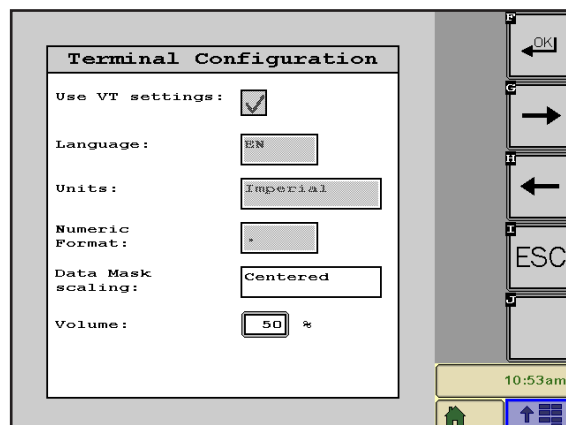
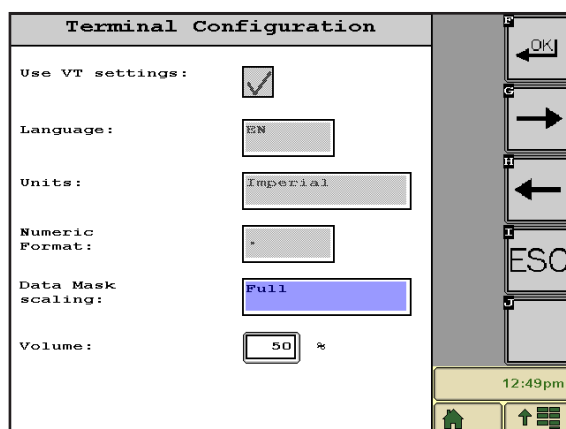

Fig. 15: Configuración de terminal – Página 1
Fig. 16: Escalado máscara de datos «Extendido»
En la primera página, puede llevar a cabo los ajustes que se describen a continuación (véase Fig. 15).
- Escalado de enmascarado de datos (Centrado, Extendido) (Data Mask scaling (centered, full)): Adaptación de la máscara de datos a la resolución del terminal. De forma estándar, está seleccionado «Centrado» (centered; comp. Fig. 15 y Fig. 16).